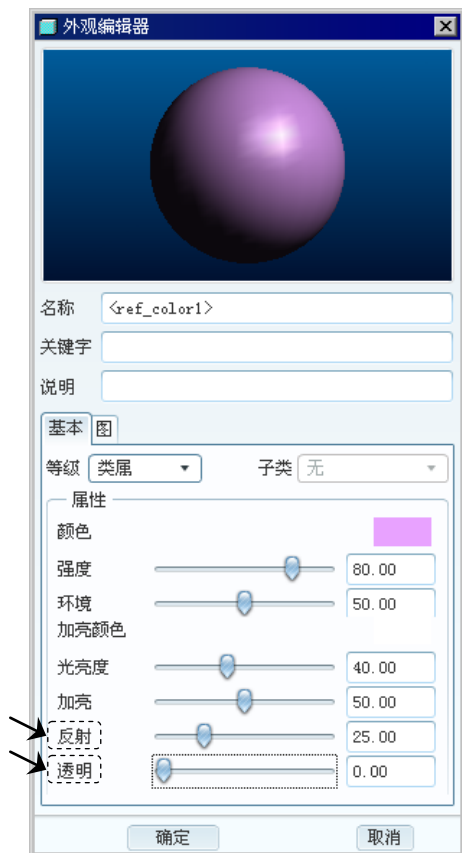

图 7.8.4 “基本”选项卡
(3) 外观的高级设置。在图 7.8.4 所示的“外观编辑器”对话框中，打开 基本 选项卡，可以设置外观的反射和透明属性。